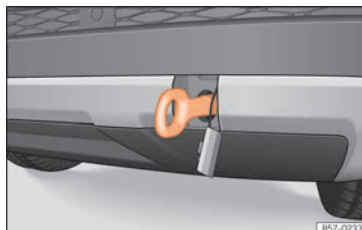

Abb. 104 Auf der rechten Seite des hinteren Stoßfängers: Eingeschraubte Abschleppöse.
- Drehen Sie die Abschleppöse **entgegen dem Uhrzeigersinn** in die Aufnahme bis zum Anschlag » Abb. 104 » ⓘ. Verwenden Sie ein geeignetes Hilfsmittel, um die Abschleppöse festzuziehen.